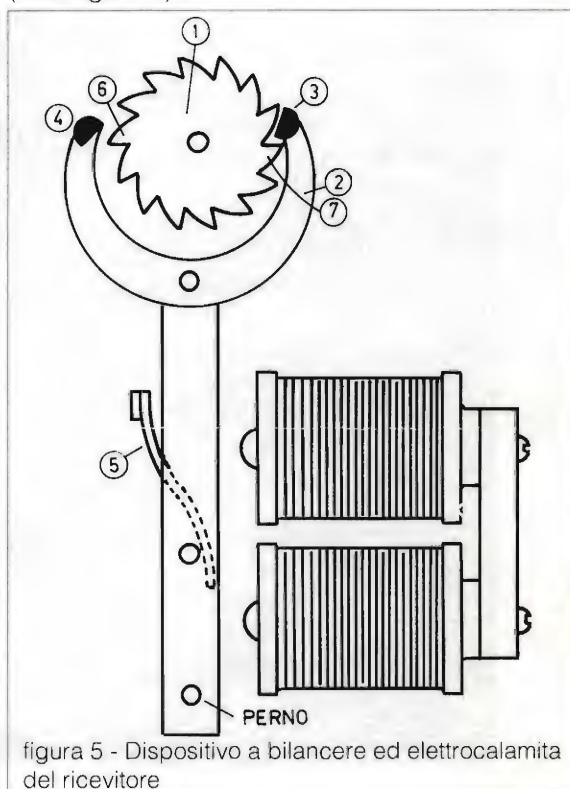

figura 5 - Dispositivo a bilanciere ed elettrocalamita del ricevitore
In posizione di riposo, la rotellina è bloccata; il bilanciere (2) viene tenuto aperto dalla molla (5) (vedi figura 5).